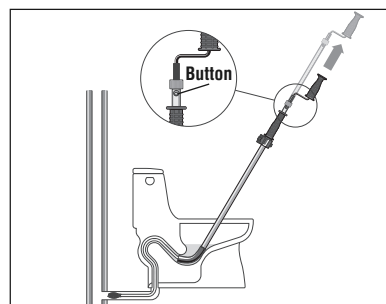

Figure 7 – Rallongement du câble
- Pour déployer le câble au-delà des 3 pieds (90 cm) prévus, appuyez sur le bouton (Figure 7) et ramenez la manivelle ou la perceuse jusqu'à ce qu'il s'engage dans le deuxième orifice.